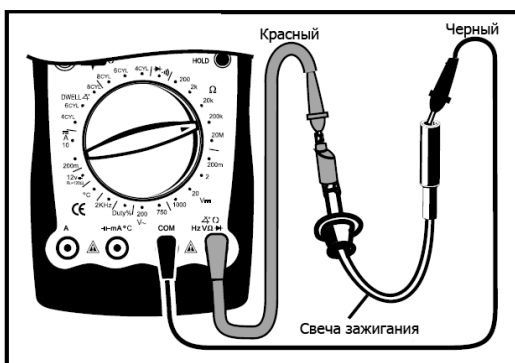

Рис. 16
2. Тестирование высоковольтных проводов (См. рис. 16)